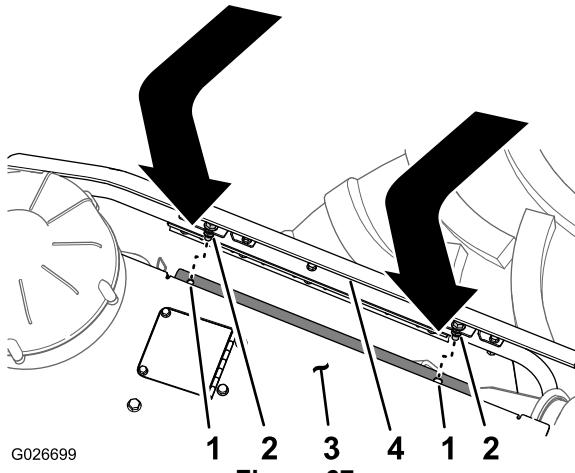

Figura 67
- Allineate il bullone di fissaggio sopra al pannello laterale con il foro nella flangia di supporto del pannello del cofano (Figura 67).